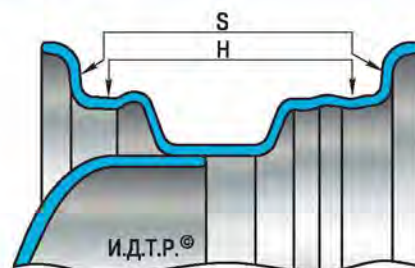

Рис. 14.5. Поверхности измерения биения диска: H – радиальное биение; S – боковое биение
**Проверка радиального и бокового биения дисков.** Закрепите диск без шины на оси балансировочного устройства. Установите измерительный наконечник стрелочного индикатора сначала на радиальную, а затем на боковую внутреннюю поверхность диска, на которые опирается борт шины (рис. 14.5).